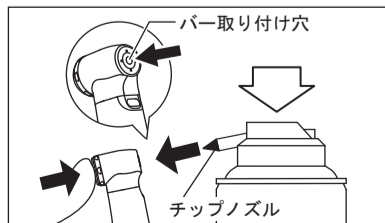

図9
- 2) プッシュボタンを軽く押しながらパーの取り付け穴へ直接スプレー注油を行います(図9)。